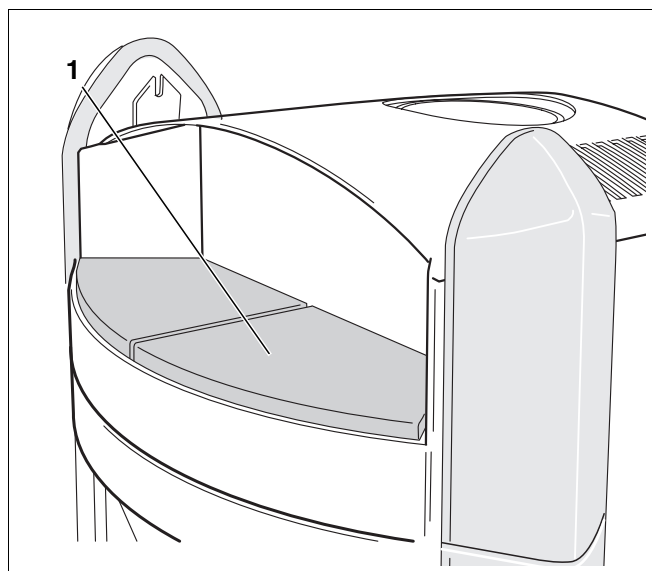

Abb. 15 Warmhaltefach
- Den Warmhaltefachstein (Abb. 15, **Pos. 1**) ins Warmhaltefach einlegen.